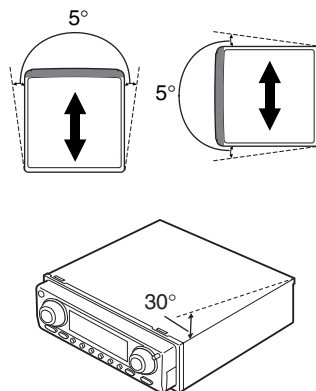

Fig. 5
- L'inclinaison éventuelle de la surface d'installation de l'unité principale ne doit pas dépasser de  $+30$  degrés à  $0$  degrés (à moins de cinq degrés vers la gauche ou vers la droite du sens de déplacement de votre véhicule); faute de quoi l'erreur d'affichage de la position du véhicule augmenterait. (Fig. 5)